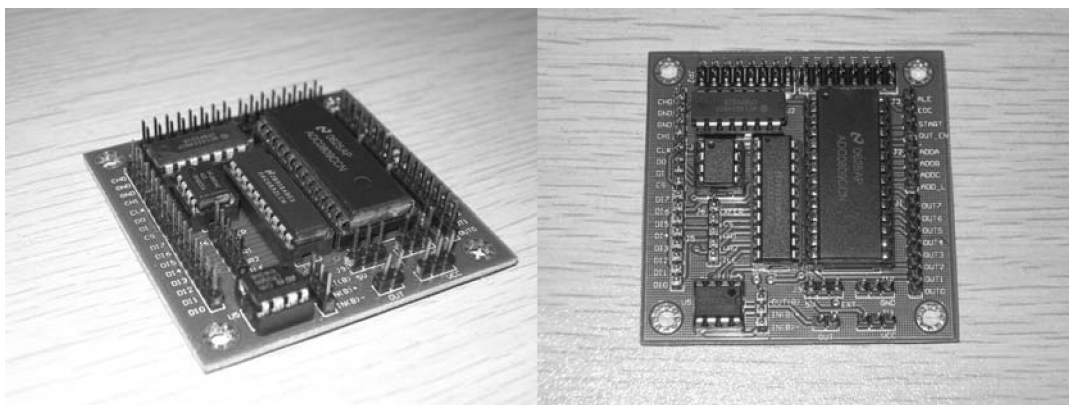

图 11-27 KC-104 (AD/DA) 模数/数模转换模块
KC-104 单片机 (AD/DA) 模数/数模转换模块, 它包括了常用的 (AD) 模数转换芯片和 (DA) 数模转换芯片及相关外围电路, 所有信号线端口外延, 方便用户扩展。KC-104 AD/DA 转换模块如图 11-27 所示。